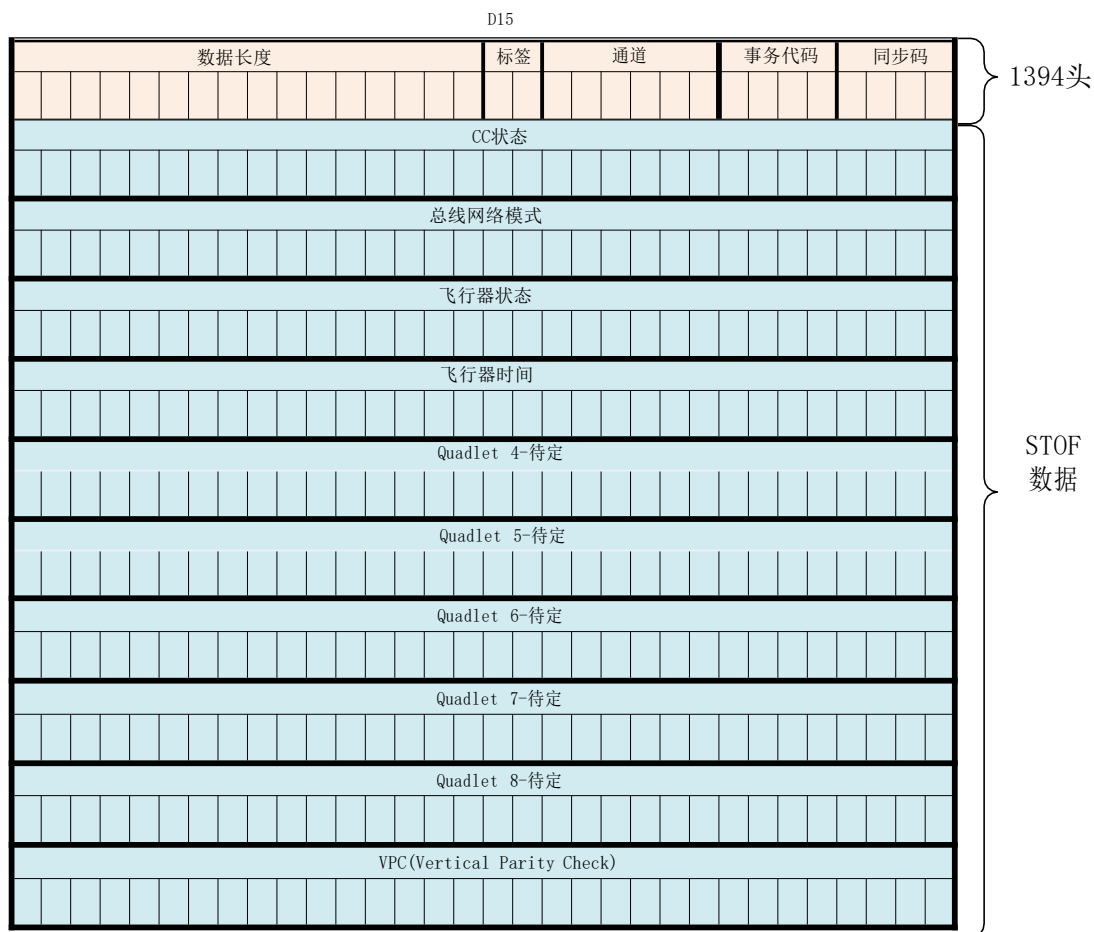

图 1 发送 STOF 数据缓冲区结构
- `pbuf`：待更新的 STOF 数据缓冲区地址，其格式如图 1 所示
功能说明：获取接收缓冲区中 STOF 数据包的偏移地址，STOF 数据包的数据格式参见图 1 发送 STOF 数据缓冲区结构。